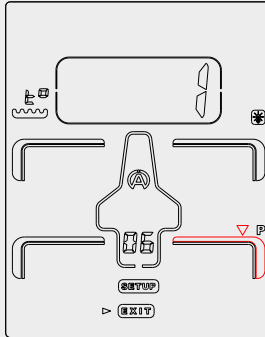
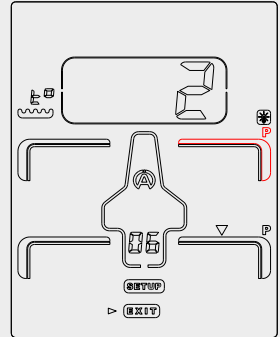

Figure 18
Figure 19
- 4) Pressez le bouton central **Ok** pour confirmer votre choix (*figure 18*)
Après confirmation, l'icône « P » sélectionnée se fige, le chiffre 1 s'affiche dans le « CADRAN ». Ensuite, automatiquement, une autre icône apparaît en clignotant, (*flèche rouge, figure 18*). Si l'endroit de la deuxième capture ne vous convient pas, même chose, répétez les opérations comme expliqué ci-dessus (*figure 19*).